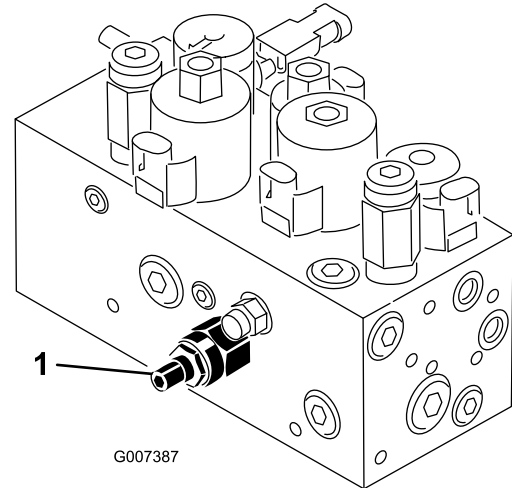

Bild 55
Der Hub-/absenkungskreis der Mähwerke ist mit einem Stromventil ausgerüstet (Bild 55). Dieses Ventil wird im Werk um ungefähr 3 Umdrehungen geöffnet. Zum Ausgleichen unterschiedlicher Hydrauliköltemperaturen und Mähgeschwindigkeiten usw. müssen Sie dieses Ventil jedoch u. U. einstellen. Gehen Sie dabei folgendermaßen vor:
1. Klappen Sie den Sitz hoch und finden Sie das Hauptregulierventil für das mittlere Zuggestell (Bild 55), das sich neben dem Hydraulikverteiler befindet.